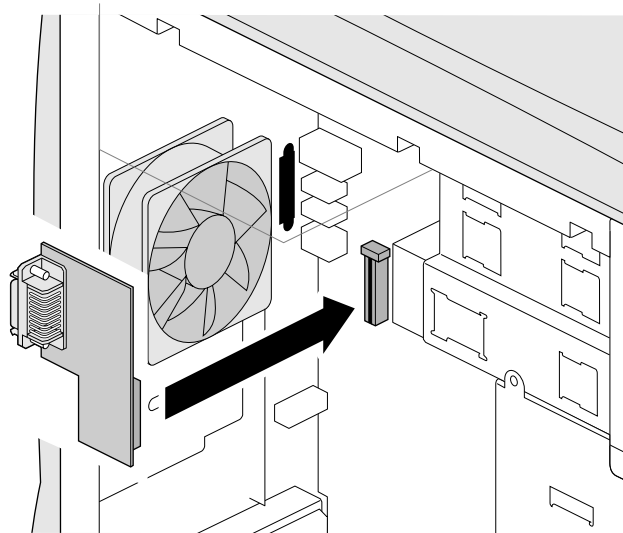

Abbildung 5-6 Installieren der Monitor-Anschlußkarte
- Halten Sie die Karte so, daß die Kontakte auf der Kartenunterseite zum Anschluß auf der Systemplatine und der Anschluß am Kartenrand zur Öffnung in der Rückwand zeigt (Abbildung 5-6).